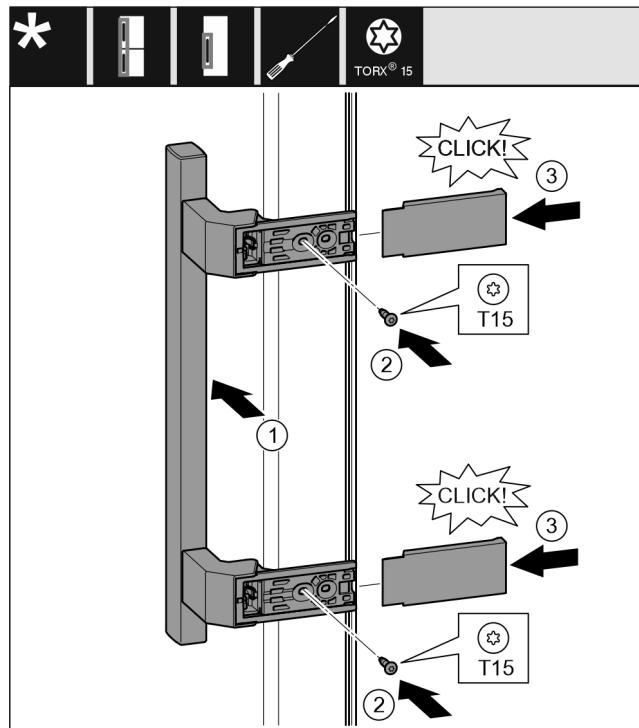

Fig. 12
- Установите ручку на противоположной стороне. Fig. 12 (1)
- Затяните винты отверткой T15. Fig. 12 (2)
- Установите крышки сбоку и надвиньте их. Fig. 12 (3)